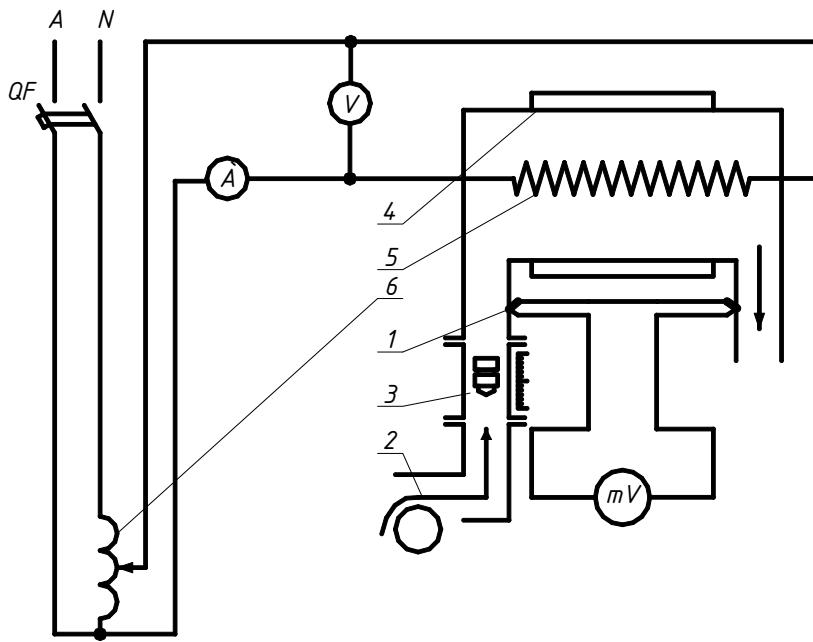

Рисунок 1 – Установка для определения средней теплоемкости воздуха
Основным элементом экспериментальной установки является проточный калориметр (рисунок 1). Он состоит из стеклянной трубы, в которой смонтирован электронагреватель 5. Для уменьшения потерь теплоты в окружающую среду калориметр окружен стеклянной оболочкой 4. Воздух из пространства между калориметром и оболочкой удален.
- 3 Рисунок 1 и таблицу 1.